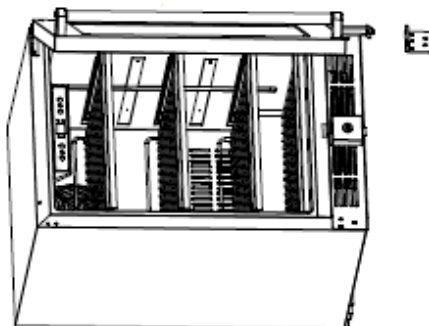

Ilustración 5, Colocación de la unidad sobre su parte posterior
2. Coloque cuidadosamente el refrigerador sobre su parte posterior (Ilustración 5).